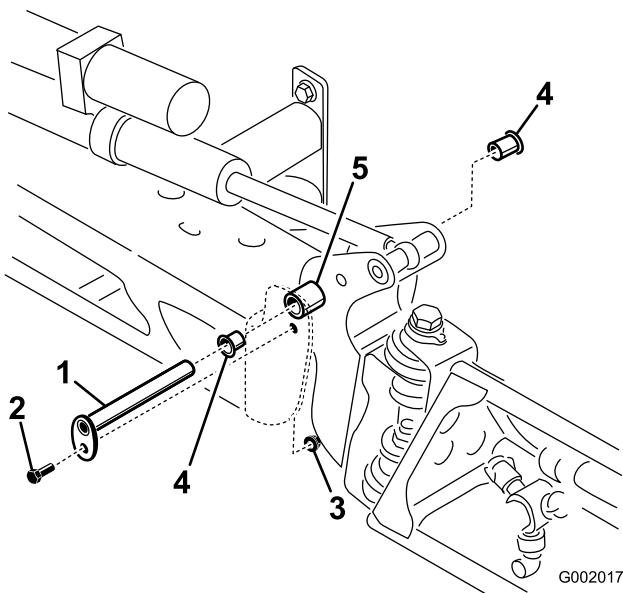

Figura 72
3. Com o peso da rampa suportado, retire o parafuso e a porca que seguram o pino de articulação à rampa (Figura 72). Retire o pino de articulação.
- Retire e inspecione as buchas de nylon dos lados dianteiro e traseiro do suporte de articulação (Figura 72). Substitua todas as buchas danificadas.
- Monte a rampa e o apoio da articulação no chassis alinhando as aberturas (Figura 72).